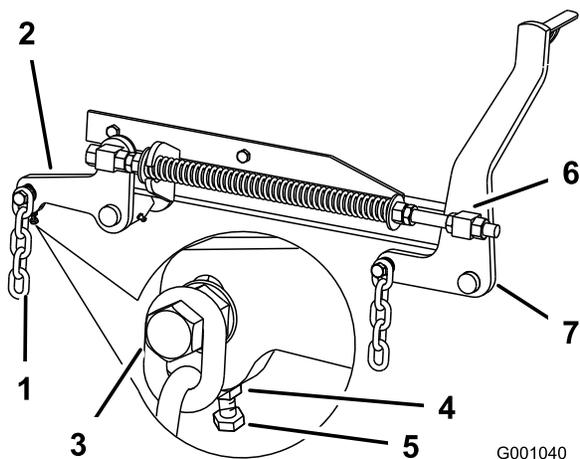

Figura 81
7. Se as medições nas posições **B** ou **C** não estiverem correctas, desaperte o parafuso que fixa a correia traseira ao braço de suporte traseiro (Figura 81).
8. Desaperte a porca de segurança debaixo do braço de suporte traseiro e ajuste o parafuso de ajuste para obter uma medição de 80 a 83 mm (Figura 81).
7. Desaperte as porcas de segurança das articulações frontais, na dianteira das articulações direita e esquerda, aproximadamente 13 mm (Figura 81).
8. Ajuste as porcas de elevação tanto no lado direito como esquerdo da máquina para obter 6 a 10 mm mais baixo na frente em **A** do que atrás em **B** (Figura 81).